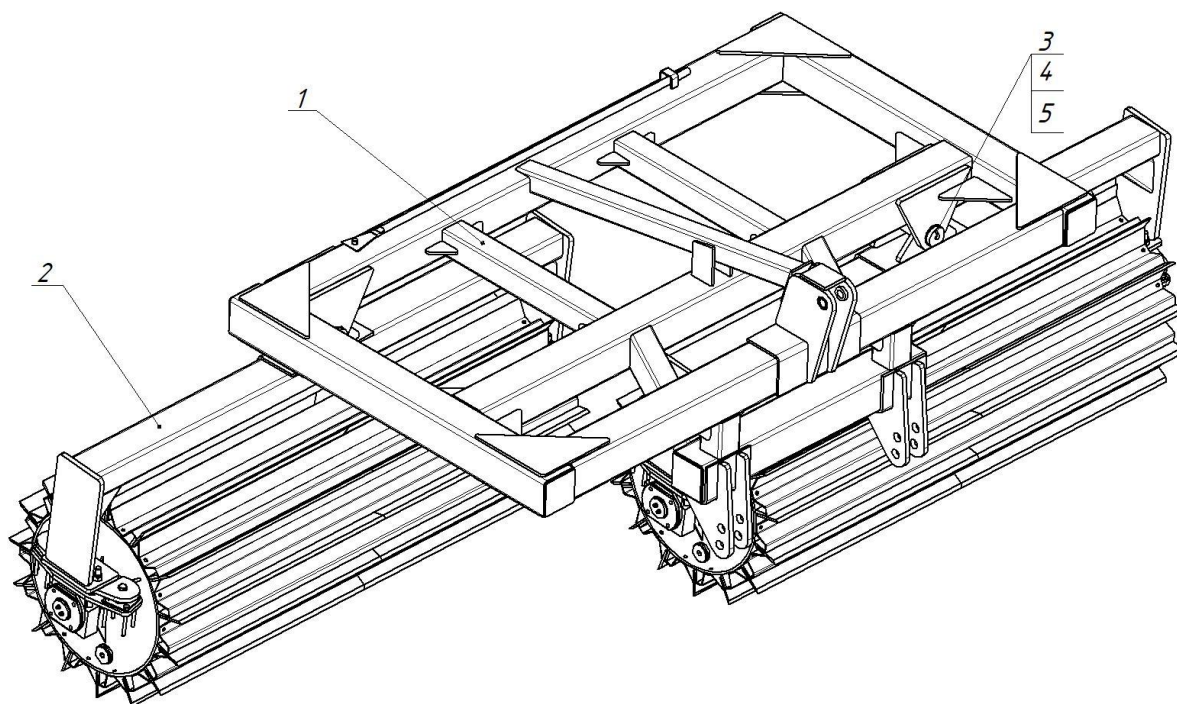

Рисунок 1 – Составные части РН-4
Таблица 2 – Составные части РН-4 (см. также рис. 1)
2.3.1 РН-4 представляет собой навесное сельскохозяйственное изделие, предназначенное для эффективного измельчения пожнивных остатков. Измельчитель крепится к трехточечной навесной системе трактора. Измельчитель РН-4 состоит из следующих основных узлов: балки 1 и двух катков 2 (см. рис.1).
2.3.2 Основным рабочими органами измельчителя РН-4 являются катки 2 (см. рис. 1). Катки крепятся к балке с помощью втулок 3, пальцев 4 и шайб 5.
3.2.1 Подвести трактор задним ходом к балке 1 (рис. 1) и сцепить РН-4 с трактором с помощью штырей. Защелки на штырях должны быть закрыты. Категорически запрещается находиться в пространстве между измельчителем и трактором.